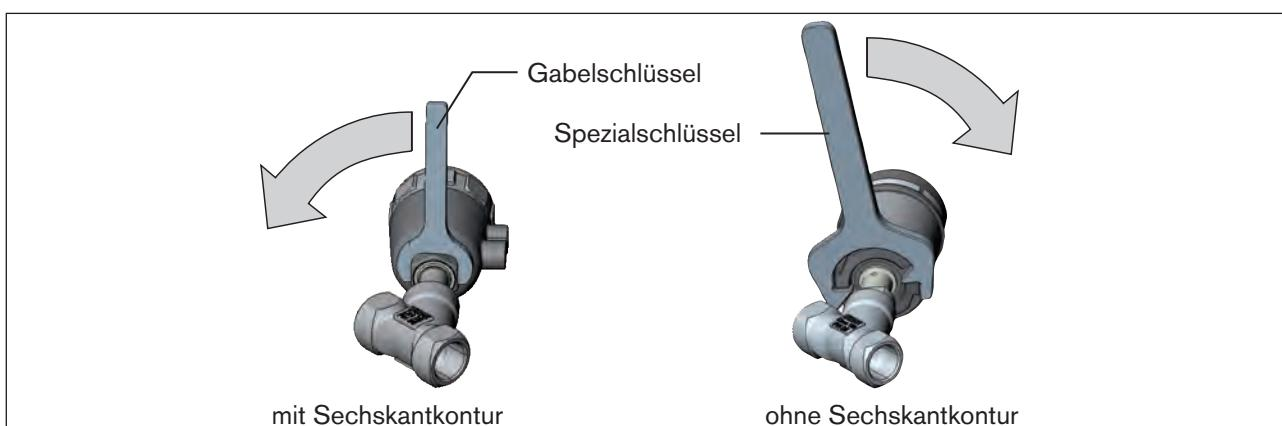

Bild 30: Drehen mit Spezialschlüssel / Gabelschlüssel
- Das Antriebsmodul nur im vorgegebenen Richtungssinn drehen (siehe „Bild 30“).